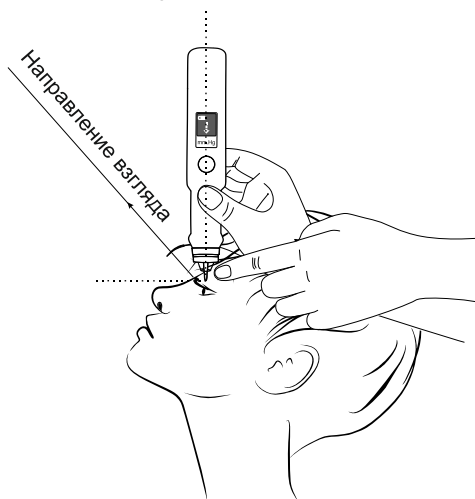

Рисунок 15
2. При проведении процедуры измерения другому лицу - зафиксируйте взгляд пациента с помощью тест-объекта (например, поднятого вверх большого пальца вытянутой руки пациента) так, чтобы линия его взгляда была примерно под углом  $45^{\circ}$ - $50^{\circ}$ , как показано на рис. 15.
При самостоятельном измерении - зафиксируйте взгляд с помощью тест-объекта (например, поднятого вверх большого пальца вытянутой руки) так, чтобы линия взгляда была примерно под углом  $45^{\circ}$ - $50^{\circ}$  (рис. 15).